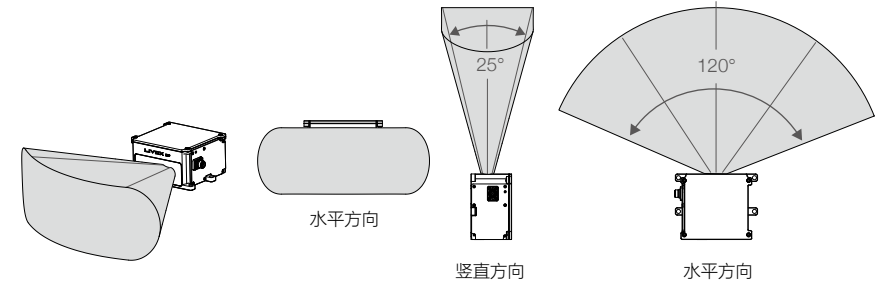

图 3.1.1 HAP (TX) 有效 FOV 范围
- 3. 激光探测测距仪安装时不可遮挡其 FOV（如图 3.1.1 所示），即使是于窗口前安装透明玻璃也会对激光探测测距仪性能产生影响。
- 4. 安装时，建议在 HAP (TX) 壳体周围留有 10mm 以上的空间用于通风散热，并确保防水透气阀不被堵塞。